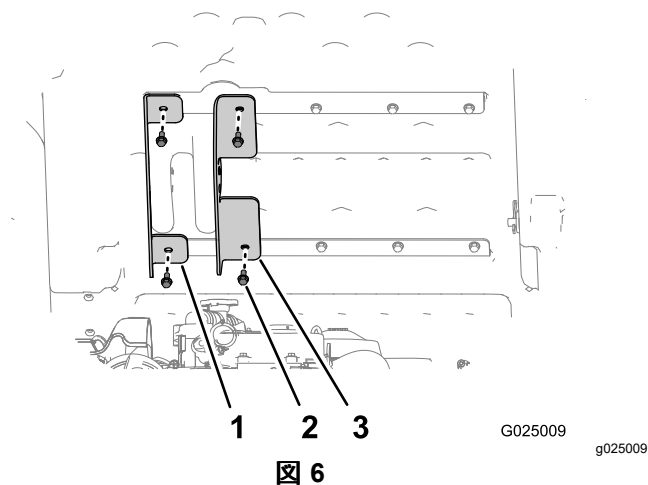

図 6
3. 上側荷台ブレースと下側荷台ブレースの外側の穴に、左側用の外側昇降ブラケット短いフランジのブラケットを合わせる 図 6。
4. ステップ1で外したボルト2本を使って外側昇降ブラケットを荷台に固定するが、仮締め状態にしておく 図 6。
5. 上側荷台ブレースと下側荷台ブレースの内側の穴に、内側昇降ブラケット長いフランジのブラケットを合わせる 図 6。
6. ステップ2で外したボルト2本を使って内側昇降ブラケットを荷台に固定するが、仮締め状態にしておく 図 6。
8. 内側・外側の昇降ブラケットを荷台に固定している4本のボルト 5/16 x 3/4" 図 6 をトルク締めする 15-16.6 N·m 1.5-1.7 kg·m。